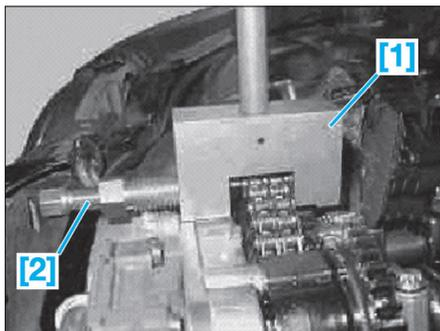

FIG. 26
- Mettre en place l'outil d'ouverture de chaîne sur la chaîne de distribution (Fig.26).